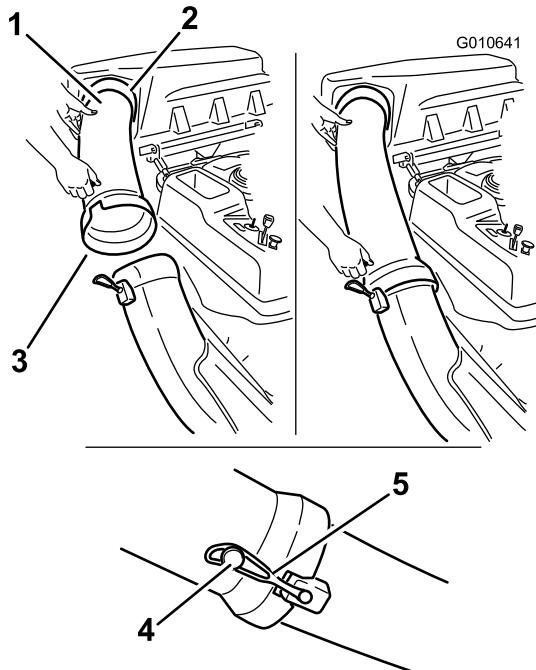

図 18
1. 排出チューブの湾曲した方の端部をバガートップの開口部に差し込む図 18。
2. 排出チューブの広口側端部をシートに接続する。シートに付いているゴム製のストラップを排出チューブのペグに止めて固定する図 18。